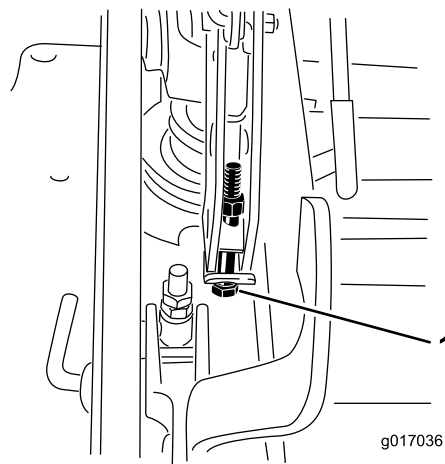

**Figura 95**
12. Para ajustar el sistema de ajuste de un solo punto, afloje los dos pernos situados cerca del borde inferior de la pleatina de altura de corte. Consulte Figura 95.
14. Apriete los 2 pernos en el borde inferior de la pleatina de altura de corte (Figura 95).